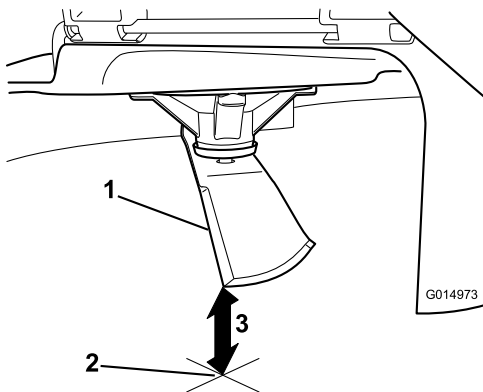

Figure 91
3. Mesurez la distance entre la pointe de la lame et la surface plane (Figure 91).